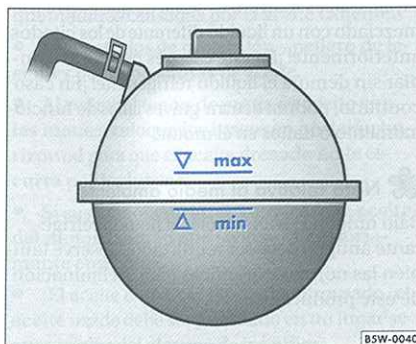

Fig. 115 Depósito de expansión del líquido refrigerante
- Si el nivel del líquido en el depósito se encuentra abajo de la marca ⇒ **fig. 115** “MIN”, agregue líquido refrigerante.
- Tenga cuidado de llenar el depósito como máximo hasta la marca ⇒ **fig. 115** “MÁX”.
No sobrepase la marca ⇒ **página 168**, **fig. 115** “MÁX” en el reabastecimiento. En caso contrario, el líquido refrigerante excedente es expulsado del sistema de refrigeración con el motor caliente.